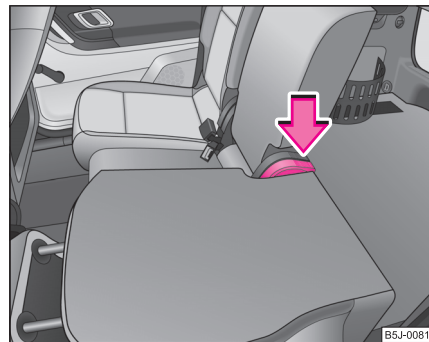

Abb. 58 Sitzlehne zurückklappen
- Drücken Sie den Hebel ⇒ Abb. 58 und klappen Sie die Sitzlehne zurück. Überzeugen Sie sich, dass die Sitzlehne eingerrastet ist.